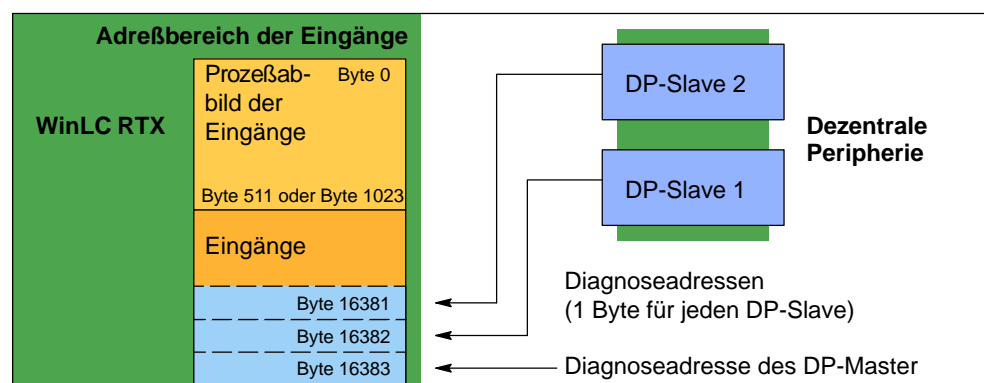

Bild 6-6 Diagnoseadressen für die dezentrale Peripherie
Beim Konfigurieren von WinLC RTX und dem PROFIBUS-DP-Netz in der Hardware-Konfiguration von STEP 7 werden die Diagnoseadressen über dem Prozeßabbild der Eingänge (E) zugeordnet (siehe Bild 6-6). Geben Sie keine bestimmte Adresse an, ordnet STEP 7 dem ersten DP-Slave die Adresse EB16383 zu, dem zweiten DP-Slave wird die Adresse PEB16382 zugeordnet, usw.